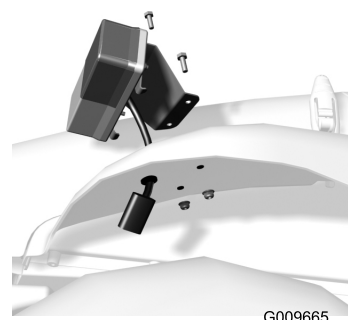

Figura 13
1. Montate il gruppo luce di direzione sinistra sul parafrangente anteriore sinistro in corrispondenza dei fori praticati in precedenza (Figura 13).